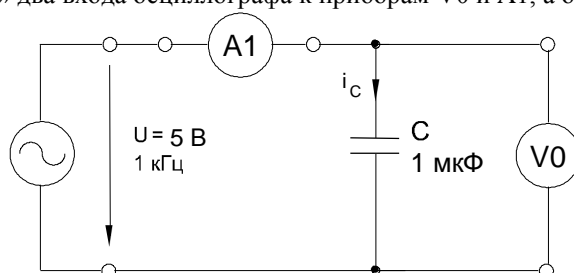

Рисунок 6.2. Схема электрической цепи
- Соберите цепь согласно схеме (рис. 6.2) и подключите регулируемый источник синусоидального напряжения при $U = 5 \text{ В}$ и $f = 1 \text{ кГц}$. Напряжение источника установите с помощью мультиметра.